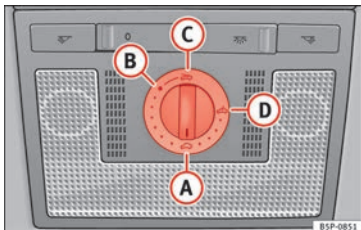

Abb. 56 Ausschnitt aus Dachhimmel: Drehschalter Schiebe-/Ausstelldach
- Drehen Sie den Drehschalter in Stellung **A** »» **Abb. 56** »» **⚠**.